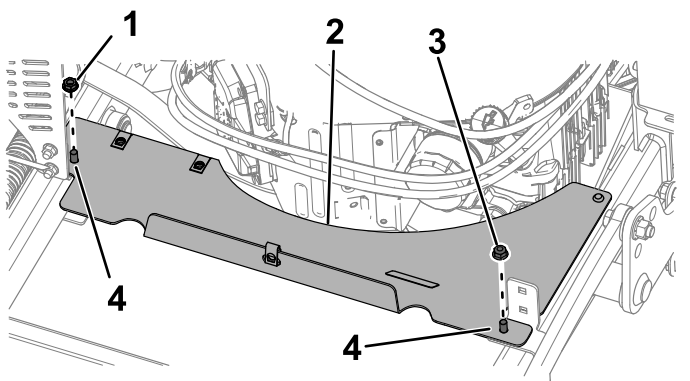

Figura 32
1. Perno – 5/16" x 1" (2)
4. Retire la tuerca hexagonal (5/16") y la tuerca (5/16") que fijan la extensión del protector a los pernos de cuello cuadrado (Figura 32). Retire la extensión del protector.
1. Instale la extensión del protector, tal y como se muestra en la Figura 32. Apriete las tuercas a entre 20 y 25 N·m.